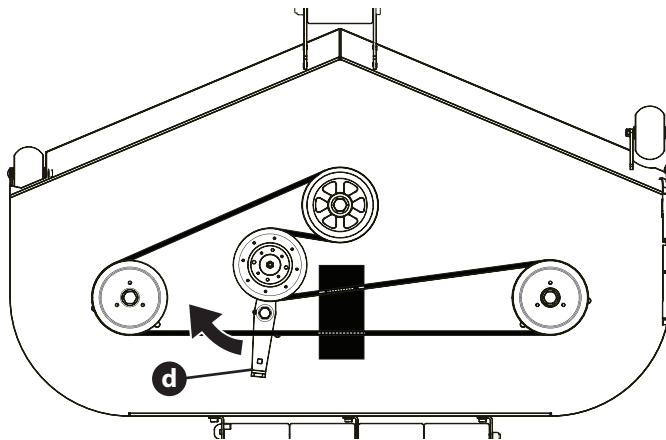

Fig. 40
4. À l'aide d'un tournevis de 1/2 po (12.7 mm) insérez l'extrémité dans l'ouverture carrée de 1/2 po (12.7 mm) de l'ensemble de pignon du plateau de coupe (d) et faites tourner l'ensemble de pignon du plateau de coupe dans le sens horaire (Fig. 40).
6. Installez la courroie comme le montre (Fig. 40). Réinstallez ensuite le plateau de coupe et la courroie de prise de force en suivant les instructions à la page 100.